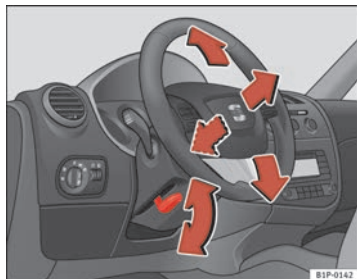

Fig. 115 Regulação da posição do volante
- Puxe para baixo a alavanca ⇒ fig. 115 situada por baixo da coluna da direcção ⇒ ⚠.